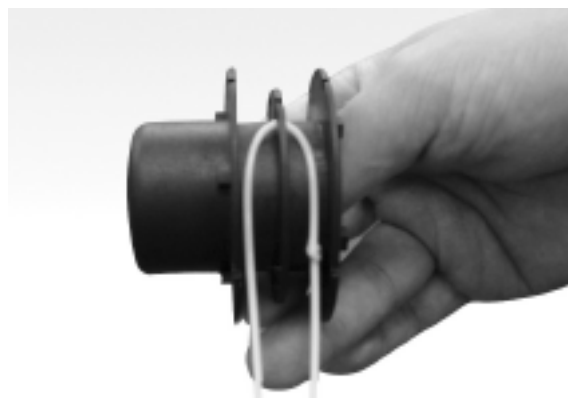

Fig. 13
4. Utilisez un fil de remplacement de 0,065", d'une longueur d'environ 14'. Pliez le fil en deux et placez la boucle ainsi obtenue dans l'orifice du diviseur de bobine. (Fig. 13)